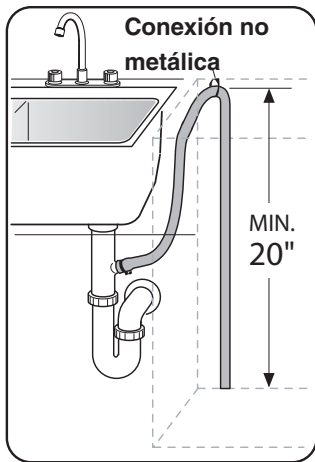

Ilustración 25
- 1 Directamente a la conexión de evacuación debajo del fregadero, como muestra la Ilustración 25.